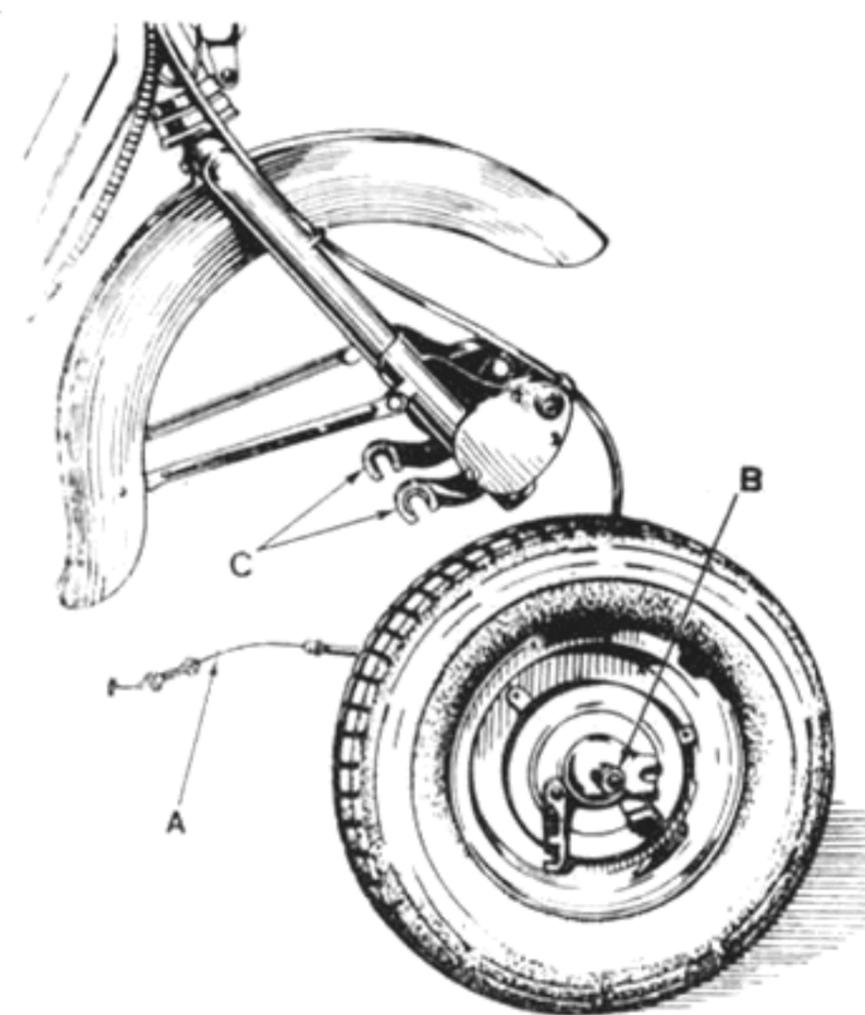

Fig. 7
Per smontare la ruota anteriore, sia sul tipo d che sul tipo ld (v. fig. 7) staccare dapprima da essa il cavo comando freno (A), indi svitare i due